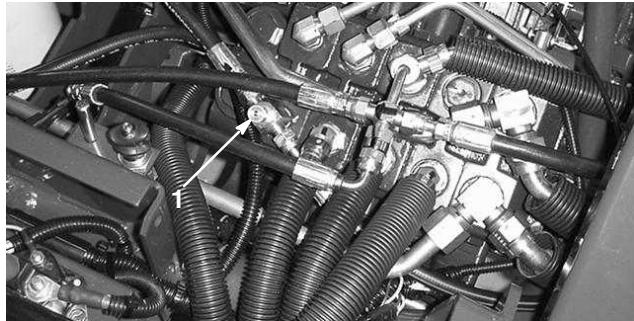

Figure 49
1. Soulevez le siège pour exposer le régulateur de débit monté sur le distributeur de commande principal (Fig. 49).